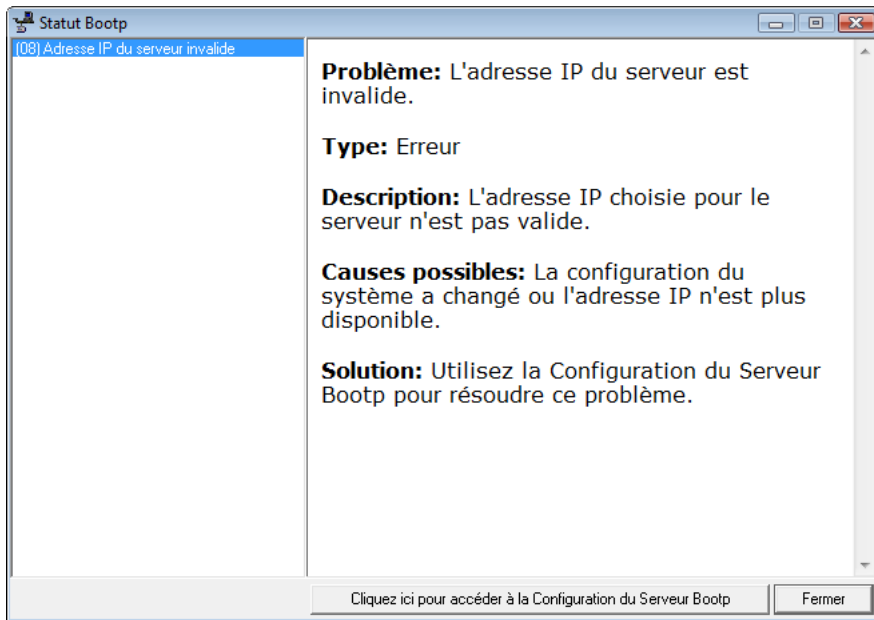

Figure 9-1 Exemple de la boîte de dialogue Statut Bootp
- c) Dans la boîte de dialogue **Statut Bootp** (voir la Figure 9-1 à la page 459) :